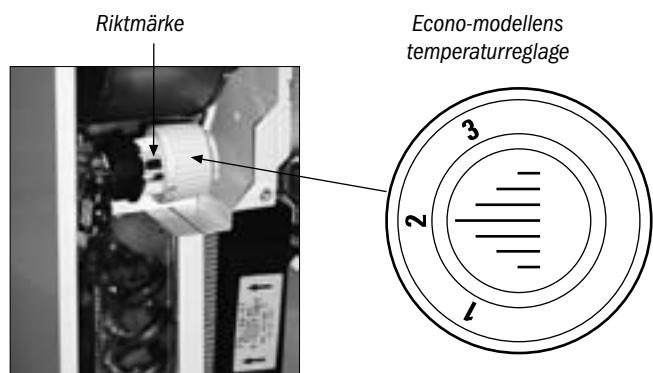

Bild 2.
2. Eftervärmningen kan regleras genom att mäta temperaturen i stark kyla vid den tillluftsventil som är längst bort. Vi rekommenderar att eftervärmningen ställs in till ungefär 17 °C. Eftervärmningen regleras från manöverpanelen vid elektrisk eftervärmning och i modellen Econo med en manuell knapp inuti aggregatet (bild 2).